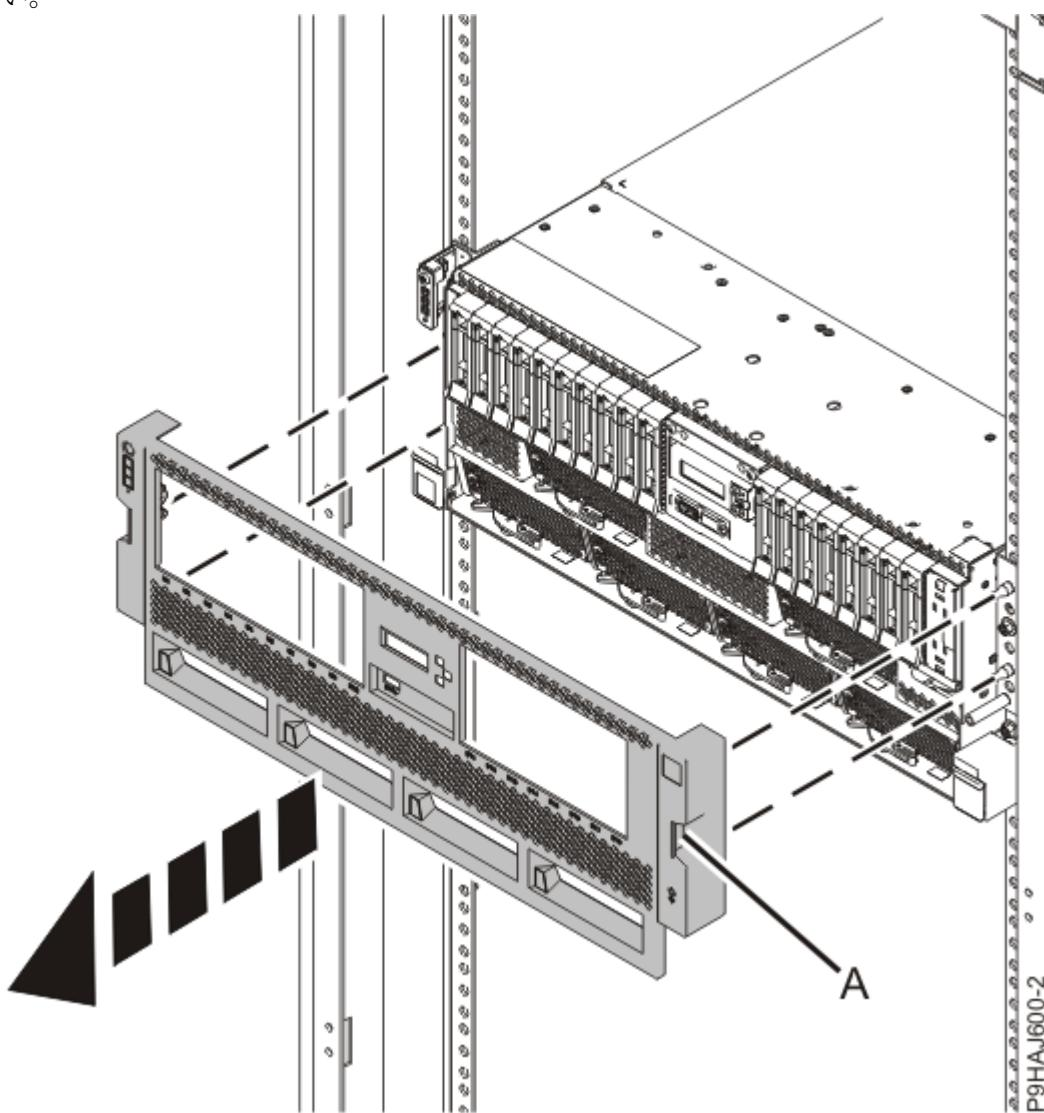

図 51. 前面カバーの取り外し
5. ラック・マウント型システムの場合は、前面カバーを引いてシステムから取り外します。カバーには、より簡単につかむことができるくぼみ (A) があります。55 ページの図 51 を参照してください。